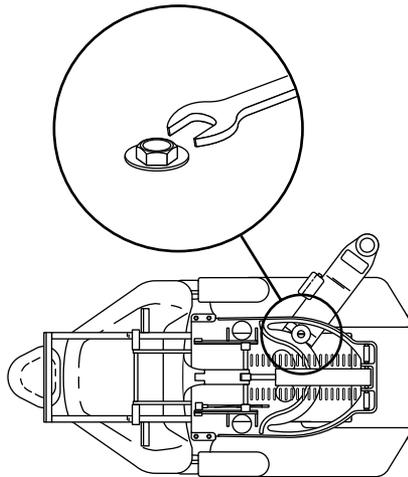

Abbildung 12: Haltemutter
4. Lockern Sie mit einem 24-mm-Schraubenschlüssel die in *Abbildung 12* gezeigte Haltemutter.